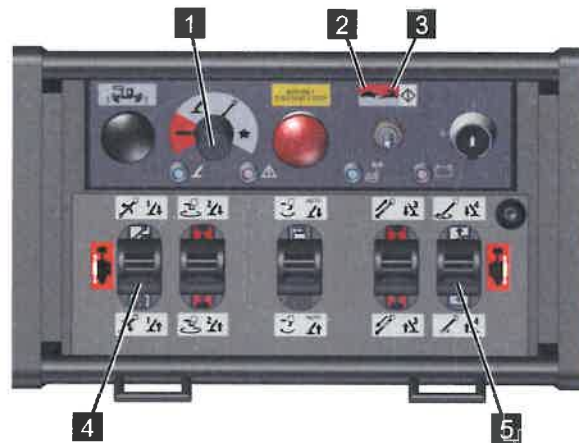

Abb. 91
2. Den Funktionswahlschalter auf [Kettenfunktion] (rot) (Abb.91/1) stellen.
3. Mit dem Betriebswahlschalter die Geschwindigkeit, [Kriechgang] (Abb.91/2) oder [Eilgang] (Abb.91/3) wählen.
4. Mit den Steuerhebeln (Abb.91/4 und 5) die Maschine gemäß nachfolgender Tabelle verfahren.